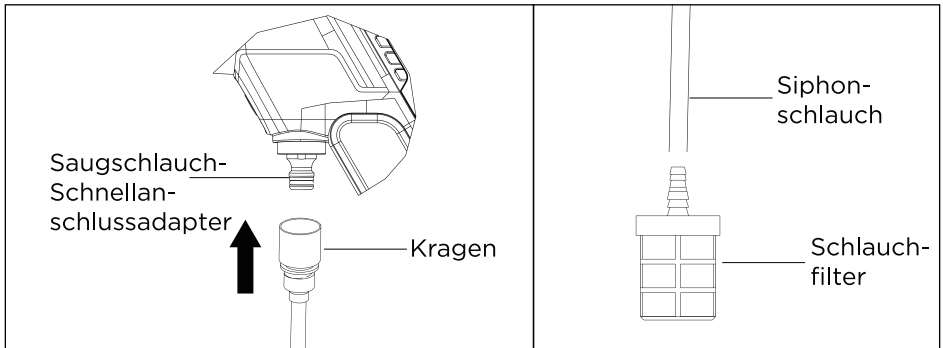

Abb. 3
ANSCHLUSS DES SAUGSCHLAUCHS AN DEN HOCHDRUCKREINIGER (Abb. 3)
3. Schieben Sie den Kragen auf den Schnellanschlussadapter, bis er sicher einrastet. (Abb. 3)